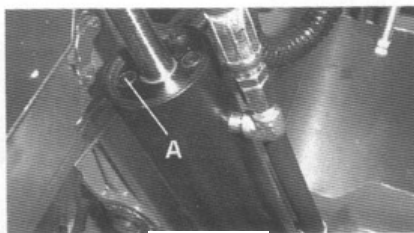
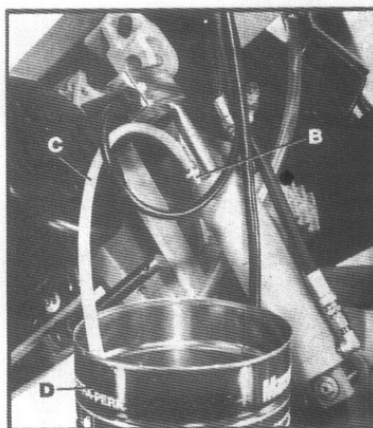

Рис. 22
Рис. 23
2. Вытащите пробку (А) Рис.22 из верхней части гидравлической системы и замените ее подходящим шланговым штуцером (В) Рис.23, подключите чистый шланг (С) к штуцеру, как показано на рисунке.
3. Залейте приблизительно одну кварту (светлого) масла Mobil-DTE, поставляемого в банках ёмкостью одна кварта, в контейнер (D) Рис.23, поместите шланг (С) в контейнер (D), убедившись, что край шланга погружен в масло, поднимайте и опускайте рычаг пилы до появления пузырей изнутри чистого шланга (С).
4. Снимите шланговый штуцер (В) Рис.23 и установите на место пробку (А) Рис.22.